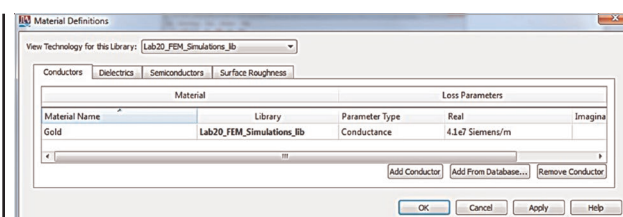

Рис. 91
- Перейдіть на вкладку **Conductors** (Провідники), натисніть **Add from Database** (Додати з бази даних), виберіть із наявного списку провідник **Gold** (Золото) і натисніть **OK** (рис. 91).